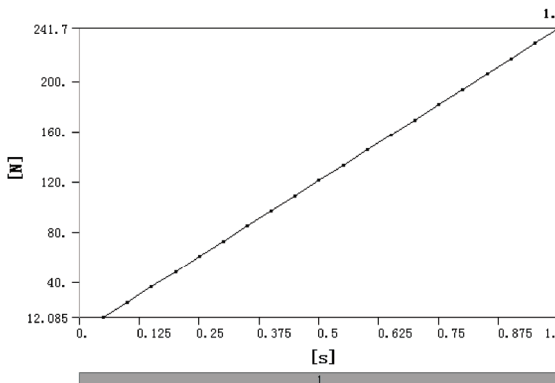

图 9-21 反作用力时间历程曲线
11) 在 Outline 树结构图中的 Force Reaction 对象单击右键, 在弹出的快捷菜单中选择 Evaluate All Results, 此时进行求解, 求解后得到的图形如图 9-21 所示。